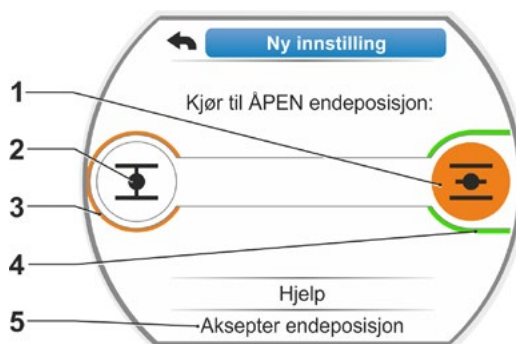

Fig. 6: Kjør mot endeposisjon i ÅPEN retning
Displayet veksler til innstilling av endeposisjonen, og det oppfordres til å kjøre mot endeposisjonen ÅPEN (fig. 6). Det tilbys drift i ÅPEN retning: Symbolet for ÅPEN endeposisjon har oransje bakgrunn (fig. 6, pos. 1). Hvis driften skal skje i den andre retningen, må betjeningsbryteren dreies og den oransje markeringen må settes på symbolet LUKKET (fig. 6, pos. 2).
- LUKKET endeposisjon = momentavhengig (fig. 6, pos. 3) og
- ÅPEN endeposisjon = vandringsavhengig (pos. 4)